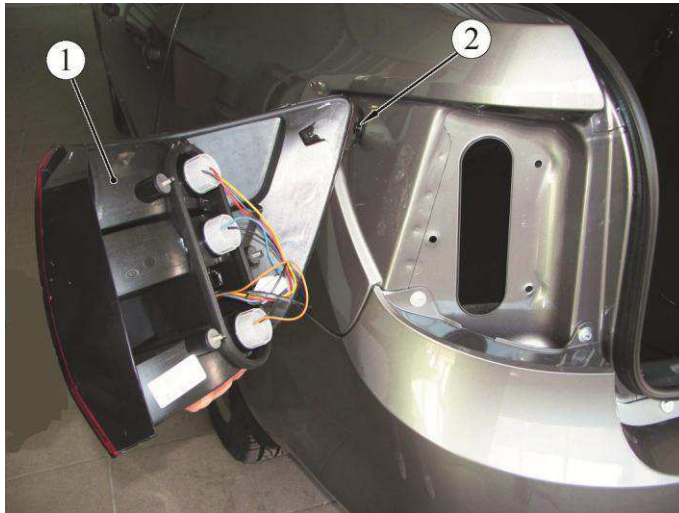

Рисунок 8-3 – Установка фонаря заднего левого:
Перед установкой задних фонарей установить на крыле фиксаторы 2, рисунок 8-3.
- обеспечить вхождение паза крепления заднего фонаря 1, рисунок 8-3, в паз фиксатора 2 на кузове;